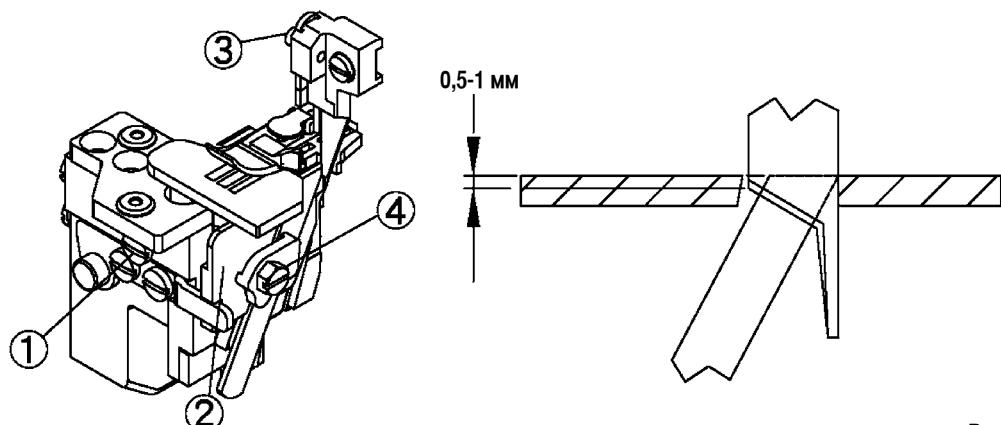

Рис. 31
1. Замена верхнего триммера (Рис. 31)
2. Замена нижнего триммера (Рис. 31)